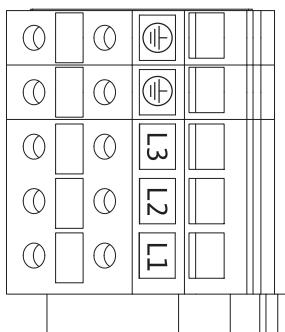

Fig. 25: Terminais de potência
- Terminais de potência (terminais de ligação de rede) (Fig. 25)